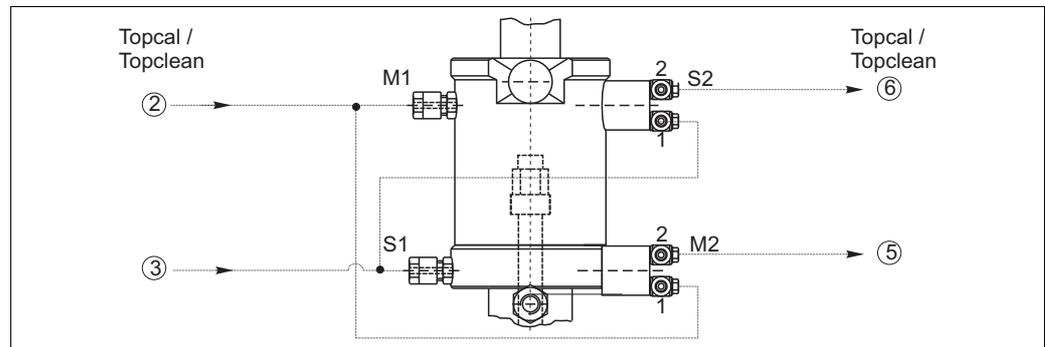

Fig. 11: Raccords pneumatiques et fins de course pneumatiques (1=entrée, 2=sortie)
- Raccordez l'air comprimé pour "sonde en position mesure" (Topcal/Topclean : tuyau n° ②) au raccord fileté G 1/8 du haut (Fig. 11).
- Raccordez également l'air comprimé ② (via le raccord en T) à l'entrée (1) du fin de course (M2). Il sert à la confirmation de la position "sonde en position mesure".
- Lorsque la position "mesure" est atteinte, l'air entrant à l'entrée M2 (1) est commuté vers la sortie M2 (2) (Topcal/Topclean : raccordez le tuyau ⑤ à la sortie du fin de course).
4. Raccordez l'air comprimé pour "sonde en position maintenance" (Topcal/Topclean : tuyau n° ③) au raccord fileté G 1/8 du bas.
5. Raccordez également l'air comprimé ③ (via le raccord T) à l'entrée (1) du fin de course du haut (S2). Il sert à la confirmation de la position "sonde en position maintenance".
6. Lorsque la position "maintenance" est atteinte, l'air entrant à l'entrée S2 (1) est commuté vers la sortie S2 (2) (Topcal/Topclean : tuyau ⑥).